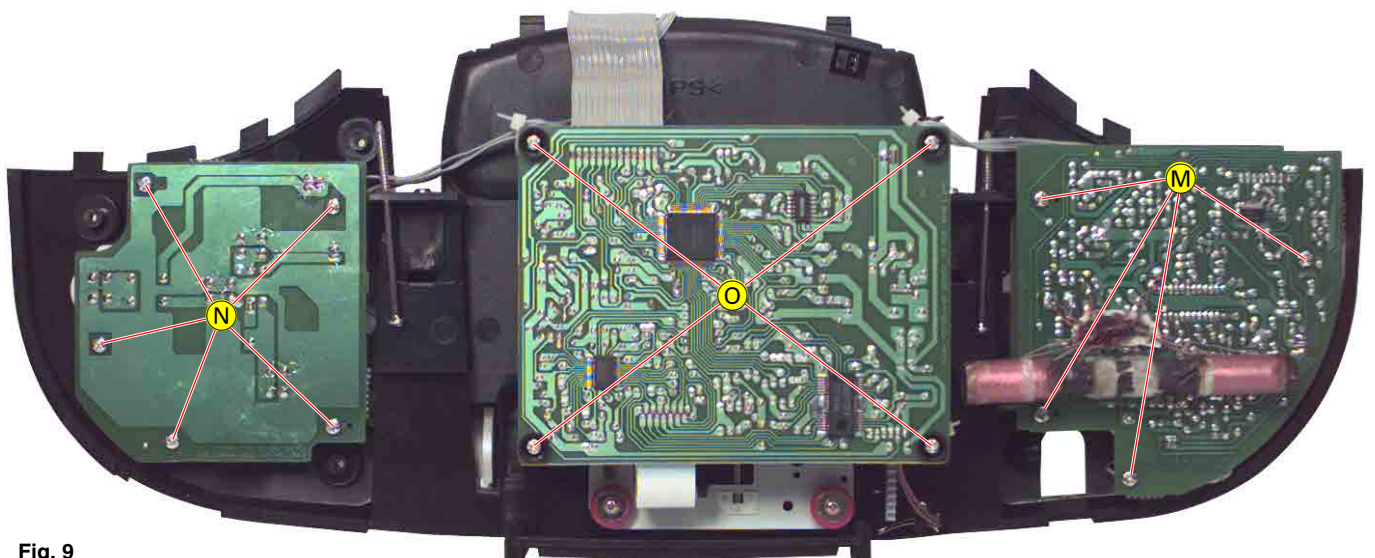

Fig. 9
- 4 Schrauben (M) (Fig. 9) herausschrauben.
- 5 Schrauben (N) (Fig. 9) herausschrauben.
- Undo 4 screws (M) (Fig. 9).
- Undo 5 screws (N) (Fig. 9).
- 4 Schrauben (Ⓞ) (Fig. 9) herausschrauben.
- Undo 4 screws (Ⓞ) (Fig. 9).